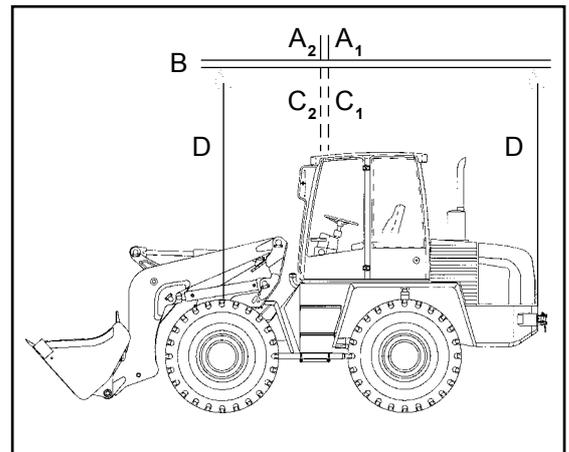

Bild 7-7
- Auf folgende Dinge ist bei der Kranverlastung besonders zu achten, Bild 7-7:
- Der Aufnahmepunkt ( $A_1$  - Gerät ohne Standardschaufel bzw.  $A_2$  - Gerät mit Standardschaufel) des Tragemittels (B) muss genau senkrecht über dem Schwerpunkt ( $C_1$  bzw.  $C_2$ ) des Gerätes liegen, damit sich das Lastaufnahmemittel **waagrecht** über der Längsmittelachse des Gerätes befindet.
- Die Anschlagmittel (D) müssen senkrecht von den Aufnahmepunkten des Gerätes (7-8/ Pfeile und 7-9/Pfeile) nach oben geführt werden.